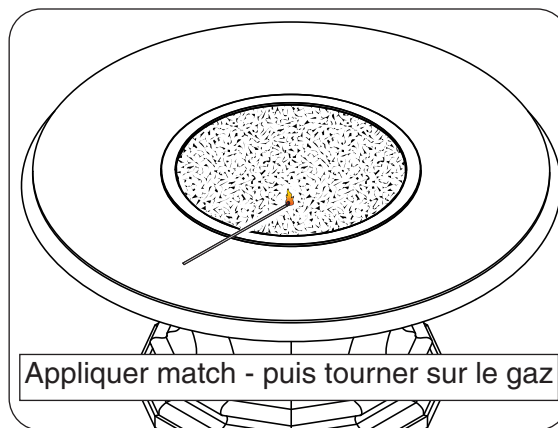

Fig. 48-1
3. Poser une allumettes sur la surface des médias décoratifs près du brûleur (**ne pas tenir le match en main**) (Fig. 48-1).